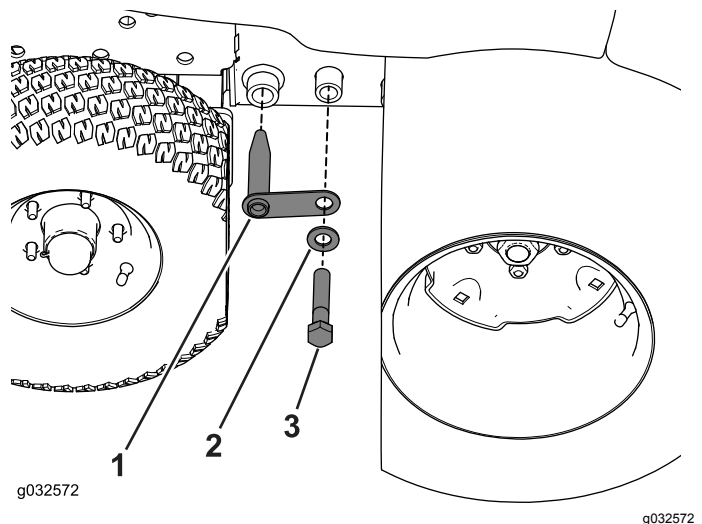

Bild 69
4. Befestigen Sie den Winterrahmen mit dem Kupplungslenker, der Schraube ($\frac{3}{4}$ " x 4") und der Scheibe am Rahmen der Maschine (Bild 69).